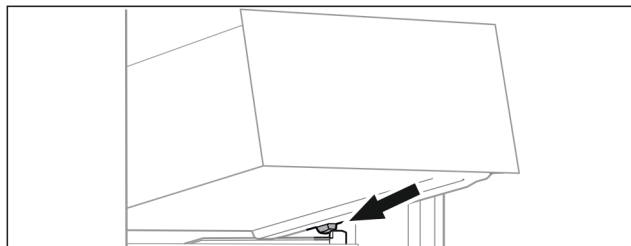

Fig. 97
- ▶ Așezați sertarul oblic în spatele opritoarelor pe nervura recipientului. (vezi Fig. 97)